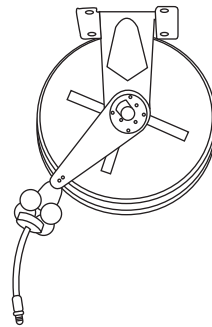

Figura 2
La Figura 2 es una plantilla que muestra la ubicación correcta de los 4 orificios de montaje en la base.
- 2. El carretel se suministra con una guía de rodillo de la manguera. La posición de la guía del rodillo se puede cambiar dependiendo de la posición de montaje del carretel. La figura 2 muestra la "posición de montaje típica". Si es necesario cambiar la posición de la guía del rodillo, haga lo siguiente: